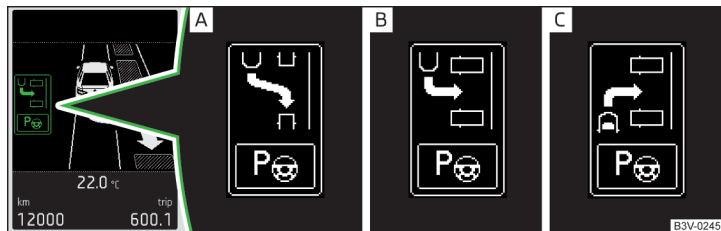
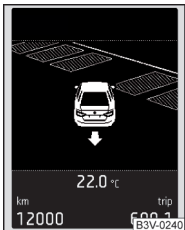

Fig. 189 Meniurile cu regimurile de parcare: Indicatoarele de pe afișaj
Fig. 192
Regimurile de parcare » fig. 189
Când sistemul găsește un spațiu pentru parcare, selectați de la tasta simbol  » **fig. 188 la pagina 160**, regimul de parcare cu față » **fig. 189 la pagina 161** - . Pe afișaj se afișează următoarele » **fig. 192**.
- Apăsăți tasta simbol  » **fig. 188 la pagina 160**. Pe afișaj se afișează următoarele » **fig. 192**.